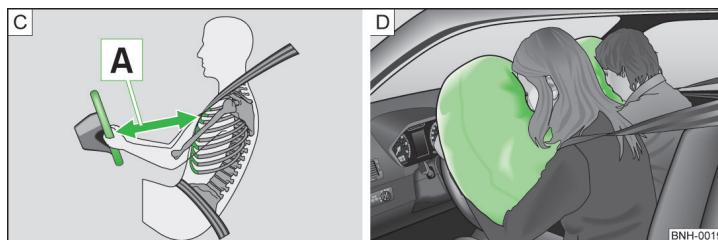

Fig. 9 Distancia de seguridad con respecto al volante/Airbags rellenos de gas
Al activarse, los airbags se llenan de gas y se despliegan delante del conductor y el acompañante » fig. 9 - [D]. Al sumergirse la cabeza y el tórax en el airbag completamente inflado, se amortigua el movimiento hacia delante del conductor y del acompañante, y se reduce así el riesgo de lesiones en esas partes del cuerpo.
- Es importante que el conductor y el acompañante mantengan una distancia mínima de 25 cm con respecto al volante o al tablero de instrumentos [A] » fig. 9. Si no respeta la distancia mínima, el sistema de airbag no podrá protegerle. ¡Peligro de muerte! Además, los asientos delanteros y los reposacabezas siempre deben estar correctamente ajustados a la estatura del ocupante.